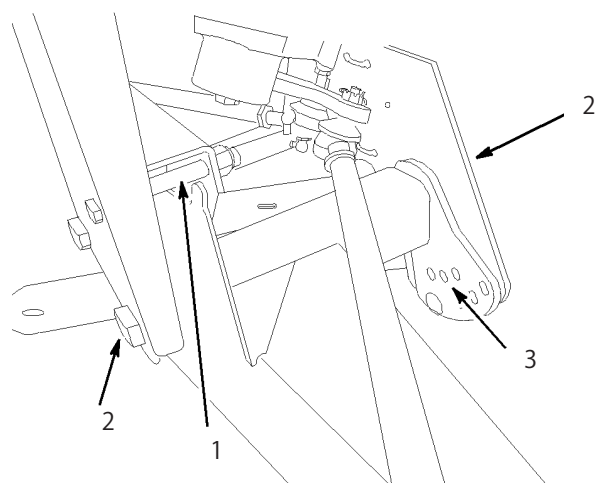

図36
2. リミットボルトを外す。(図36)。
3. A フレームのセンタリング・ボルトをゆるめる (図36)。
4. 乗車高さ調整ボルトを取り外す (図36)。
5. 前A アームを所望位置に回し (以下の注を参照)、乗車高さ調整ボルトを取り付ける (図36)。
7. リミットボルト (図36) を元通りに取り付ける。